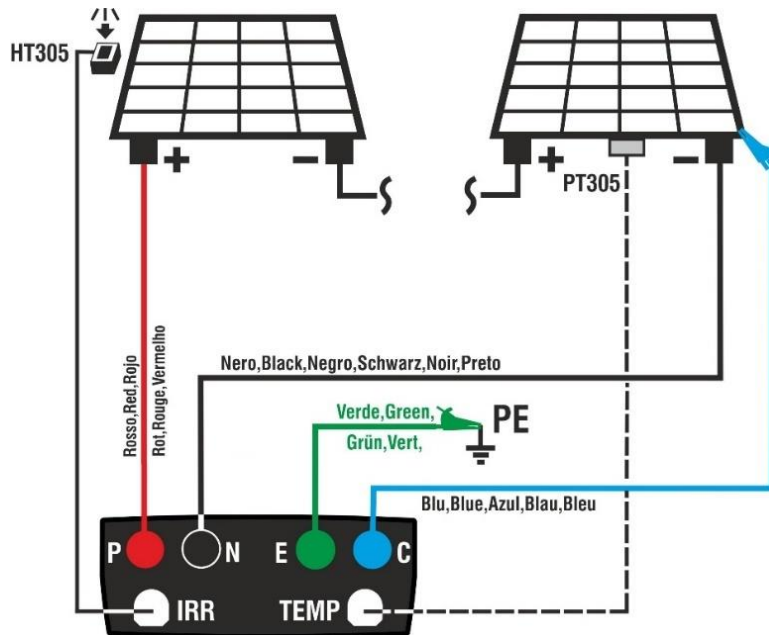

Fig. 12: Collegamento per test IVCK senza unità remota e misura irraggiamento diretta
7. Collegare lo strumento al modulo/stringa in prova ed eventualmente al nodo principale di terra dell'impianto e alle masse metalliche messe a terra come mostrato in Fig. 12. In particolare, collegare il polo Negativo in uscita dal modulo/stringa al terminale N, il polo Positivo in uscita dal modulo/stringa al terminale P, la cella di riferimento HT305 **sulla parte frontale del modulo** e l'eventuale sonda di temperatura PT305 nella parte posteriore del modulo